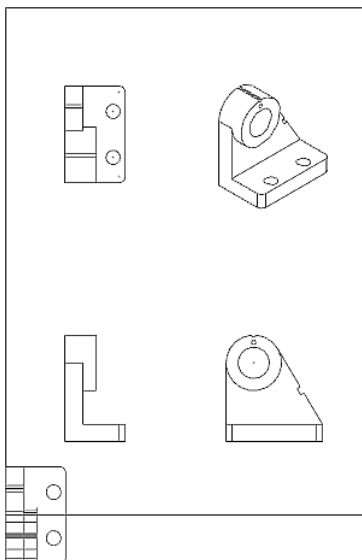

图 7.6.12 创建四个视图
Step4. 设置图纸所在层别。接受系统默认的层别编号，单击 ☒ 按钮完成图纸所在层别的设置，此时在绘图区显示图 7.6.12 所示的四个视图，同时系统弹出图 7.6.13 所示的“实体图纸布局”对话框（二）。